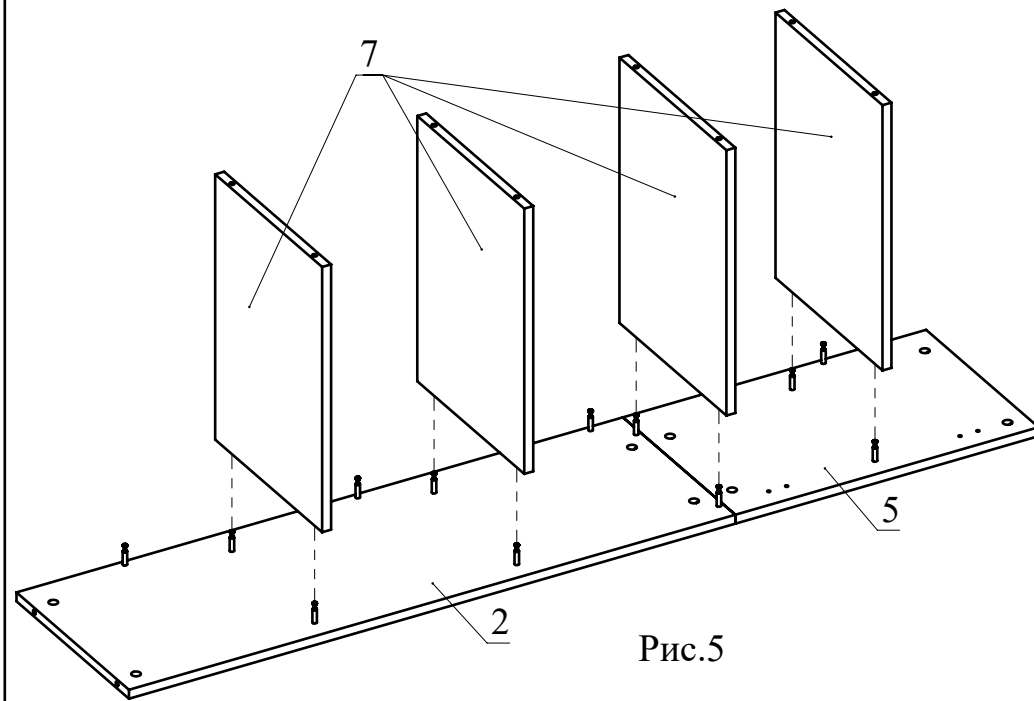

Рис.5
6. Установите детали 7 на детали 2, 5 и затяните головки минификсов конфирматным ключом по часовой стрелке до упора (Рис. 5).